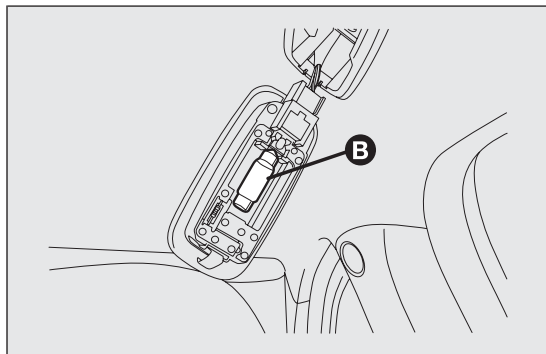

fig. 177
- ❑ sostituire la lampada B fig. 177 svincolandola dai contatti laterali accertandosi che le nuova lampada risulti correttamente bloccate tra i contatti stessi.